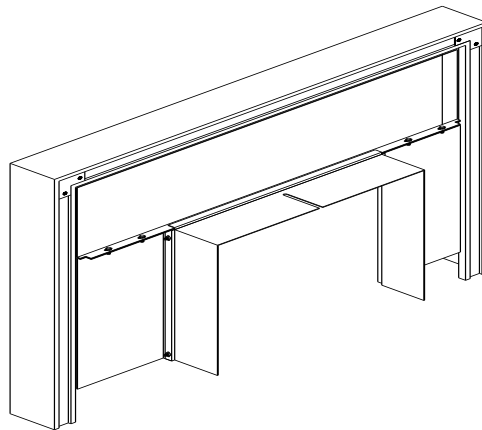

Figure 2.9b
D. Faites ensuite en sorte que les trous s'alignent en poussant les côtés et insérez tous les boulons (tête lisse vers l'intérieur) sans trop les serrer. Assemblez les bords de la partie supérieure et de la partie latérale de la plaque avant, serrez les deux boulons qui les unissent avant de serrer les boulons sur le côté. Faites de même de l'autre côté de la plaque (voir la **Figure 2.9b**).